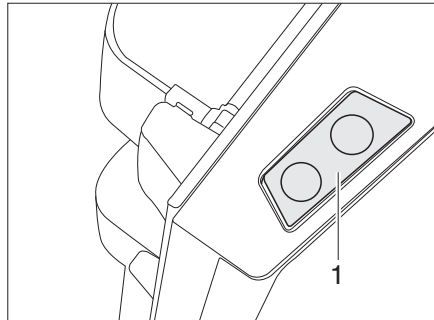

Fig. 138 Touche de déverrouillage de la porte du réfrigérateur (Dometic Série 8)
- Appuyer sur la touche de déverrouillage (Fig. 138,1) et ouvrir la porte du réfrigérateur.